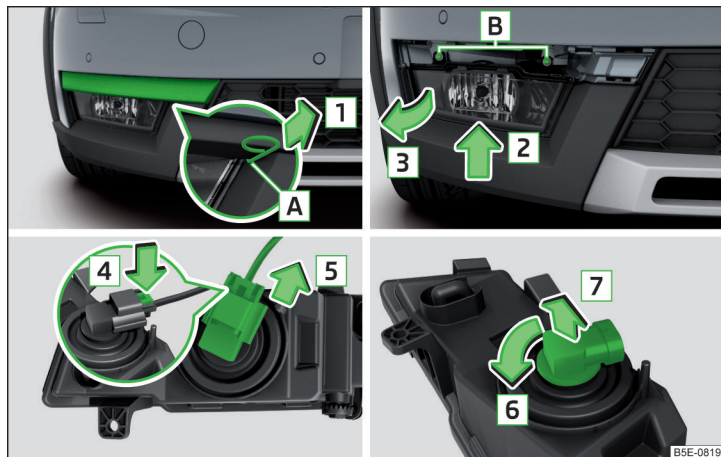

Fig. 352 Scoaterea farului de ceață / înlocuirea becului cu incandescență - varianta 2
- › Introduceți brida pentru extragerea capacelor integrale de roată în degajarea [A] » fig. 352.
- › Introduceți farul de ceață în sens contrar săgeții [3] » fig. 352 și înșurubați-l.